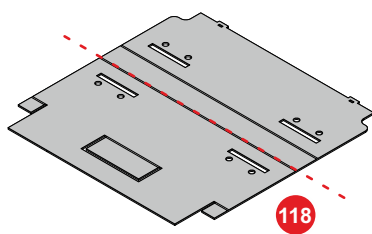
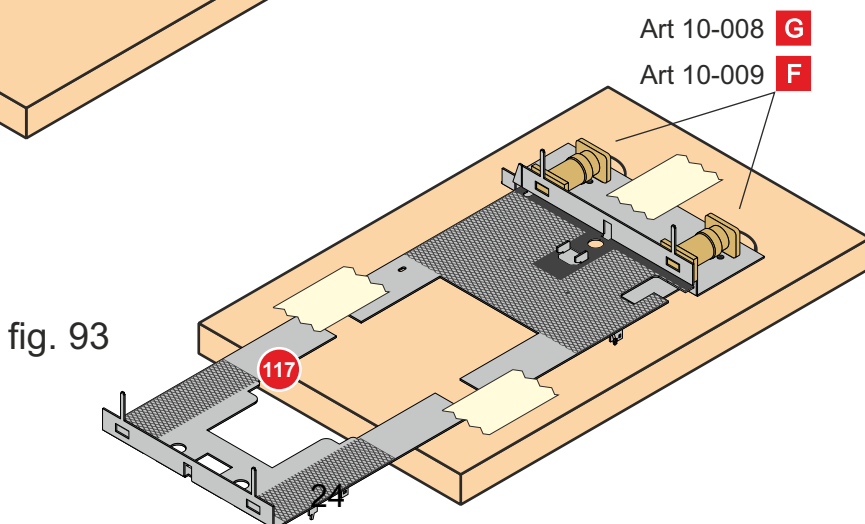

fig. 89
fig. 93
**56)** Tagliare il pezzo n° 118 lungo la linea rossa mostrata in fig. 89. Sollevare i lembi indicati dalle frecce verdi nella figura 90. Dotarsi di un tavoletta di legno su cui appoggiare la dima. Eseguire due fori da 8mm ad una distanza di 20 mm. Posizionare la dima n° 118 come in figura 92, centrando le due asole indicate dalle frecce blu sui due fori nella tavoletta di legno, bloccare la posizione con del nastro adesivo in carta. Posizionare il pezzo n° 117 come mostrato in fig. 93, quindi bloccare con del nastro adesivo. Verificare che il tutto rimanga in piano.